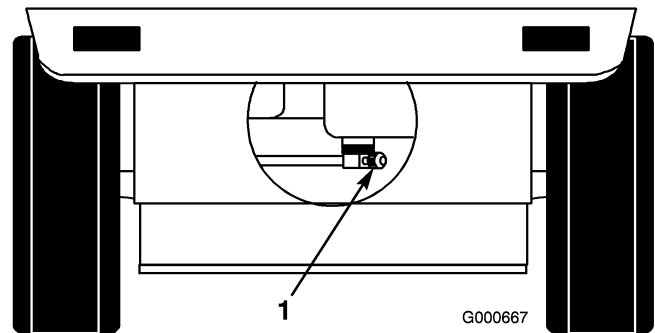

Bild 38
3. Schließen Sie den Kraftstoffhahn am Kraftstofftank (Bild 38).
3. Schliessen Sie den Kraftstoffhahn am Kraftstofftank (Bild 38).
8. Öffnen Sie den Kraftstoffhahn am Kraftstofftank (Bild 38).